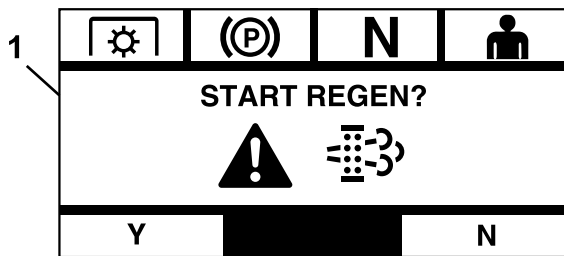

Figura 13
- Si selecciona Y (yes/sí), el módulo le indica que inicie el proceso de regeneración (Figura 13).